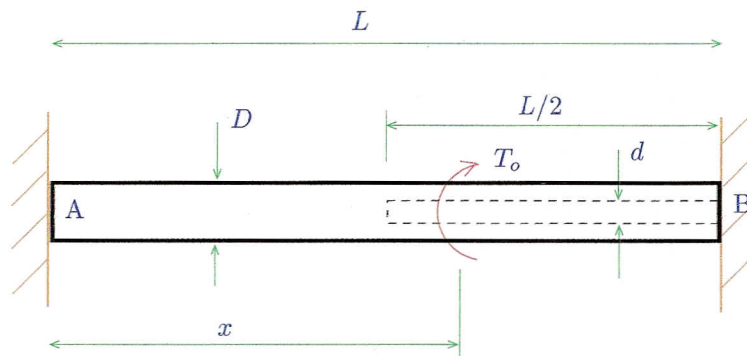

Figura 3: Cilindro parcialmente hueco bajo la acción de un torque.
3. El eje circular AB mostrado en la Figura 3 está pegado en sus dos extremos a paredes rígidas. El eje tiene una parte con un orificio en su centro. El diámetro del eje es D en tanto que el diámetro del agujero es d y su módulo de corte es G . ¿A que distancia x se debe aplicar T_o de forma tal que las reacciones en las paredes en A y B sean iguales? (20 puntos)